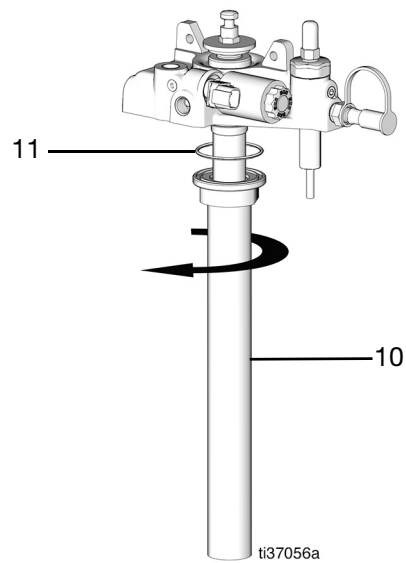

FIG. 35
14. Retirez le tube dans le tube (10) avec un serre-tube. Vérifiez que le joint torique (11) est sur le tube dans le tube (10) (FIG. 35).